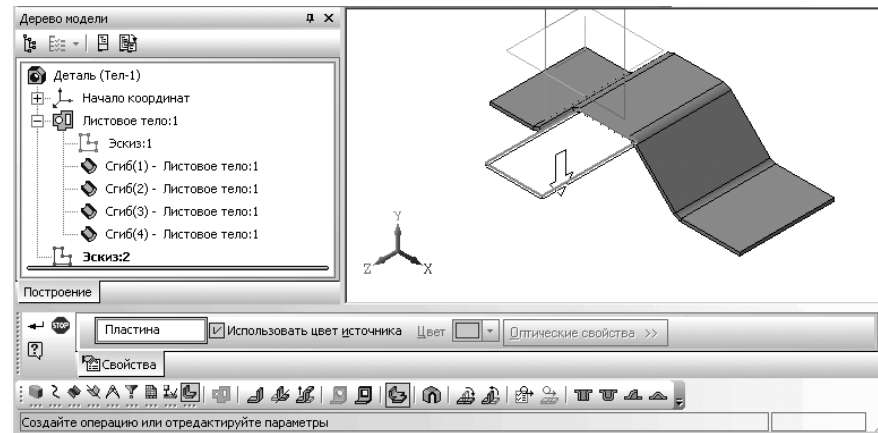

Рис. 7.53. Фантом изображения создаваемой пластины на верхней грани листовой детали и **Панель свойств: Пластина**
- щелкните в **Компактной панели** в панели инструментов по кнопке  – **Пластина**. Появится фантом изображения создаваемой пластины и **Панель свойств: Пластина**. Стрелкой показывается направление выдавливания. Это направление, а также глубина выдавливания определяются системой автоматически. Это состояние системы показано на рис. 7.53;